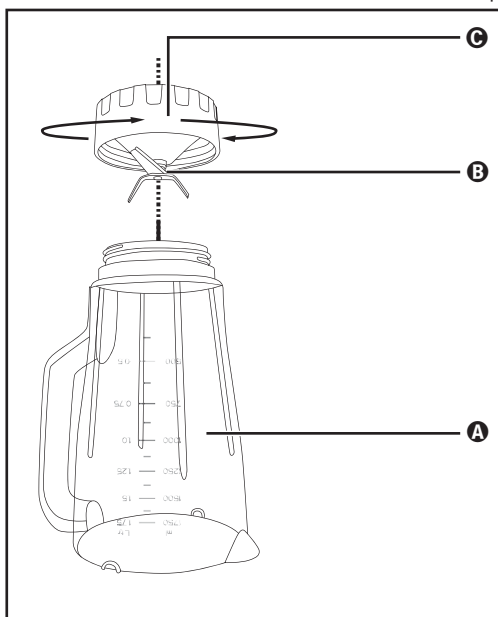

Fig. 3
- 2) Vend produktet på hovedet, og drej den nederste plastdel **C** på blenderkanden **3** mod urets retning, så den kan løsnes fra blenderkandens **3** øverste plastdel **A** (se fig. 3).